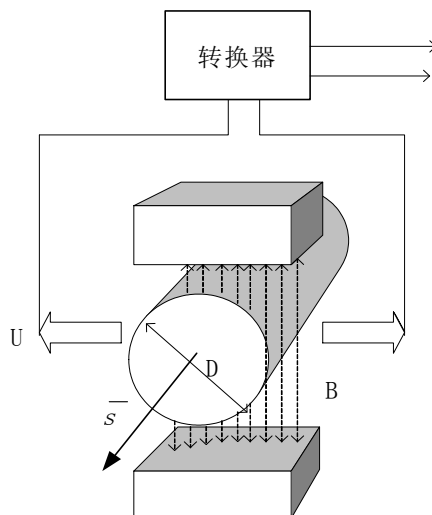

图 1.1 电磁流量计工作原理
在图 1-1 中，当导电流体以平均流速  $V$  ( $m/s$ ) 通过装有一对测量电极的一根内径为  $D$  ( $m$ ) 的绝缘管子流动时，并且该管子处于一个均匀的磁感应强度为  $B$  (T) 的磁场中。那么，在一对电极上就会感应出垂直于磁场方和流动方向的电动势 ( $E$ )。由电磁感应定律可写做 (1) 式：